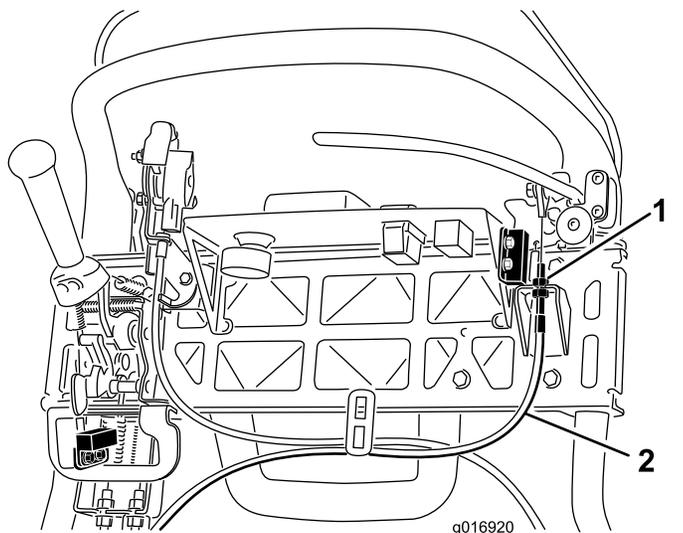

图43
3. 要增加拉线的张力，请拧松上部拉线锁紧螺母并拧紧下部拉线锁紧螺母（图43），直至为了松开手刹锁定装置，需要对刹车制动杆手柄施加 156N 的力。